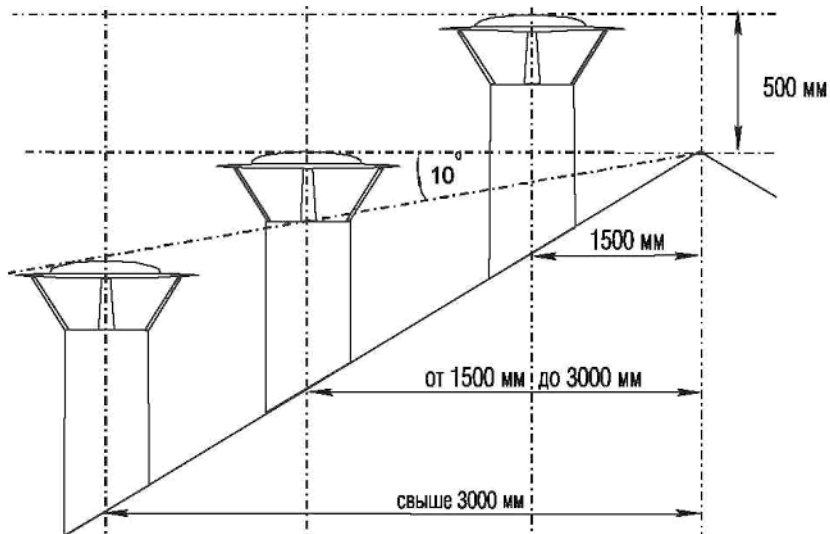

Рис.3. Определение высоты наружной части дымовой трубы
6.7. Возвышение дымовых каналов над кровлей следует принимать (см. рис. 3):
7.12. В соответствии с вышеизложенными Требованиями к дымовым каналам п.6 и (рис.3) настоящего Руководства вывести дымовой канал на высоту, гарантирующую стабильность тяги.